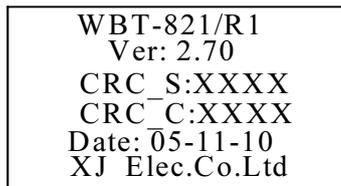

图 10-19 装置版本信息
10.2.10 “版本”：用于显示装置软件版本信息及 CRC 校验码，如图 10-19。